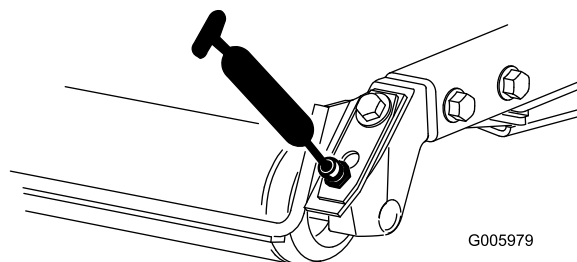

図 31
- 後ローラのベアリング 各カッティングユニットに2ヶ所 図 31